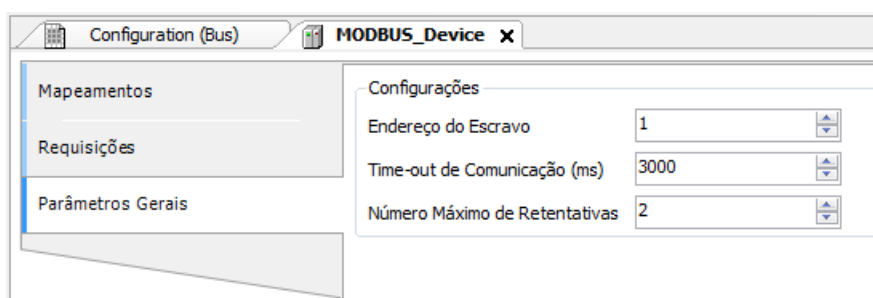

Figura 82: Tela de Configurações dos Parâmetros Gerais do Dispositivo
- Adicionar e configurar dispositivos através da aba Parâmetros Gerais, definindo endereço do escravo, time-out de comunicação e número de tentativas de comunicação como pode ser visto na Figura 82.